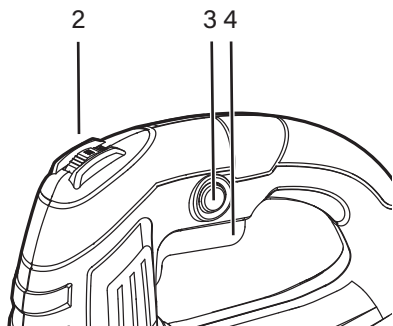

РИС.3
**Включение и выключение (см. рис. 3)**
1. Для запуска инструмента нажмите курковый переключатель (3).
3. Если необходимо, чтобы инструмент работал непрерывно, нажмите кнопку блокировки (4).
**Изменение скорости (см. рис. 3)**
1. Поворачивая лимб регулировки скорости (2) вперед или назад, можно изменять скорость.
3. Положение «1» — самая низкая скорость. Положение «6» — самая высокая скорость. (см. рис. 3)